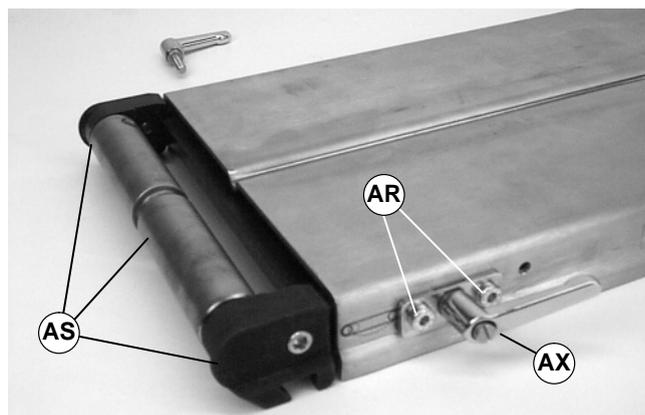

Abbildung 36
3. Zwei (2) Schrauben entfernen (AR siehe Abbildung 36). Den Griff abnehmen (AX).